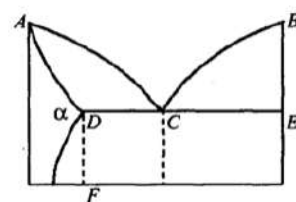

Рис. 28
**№ 57. Какая диаграмма состояния представлена на рис. 28?**